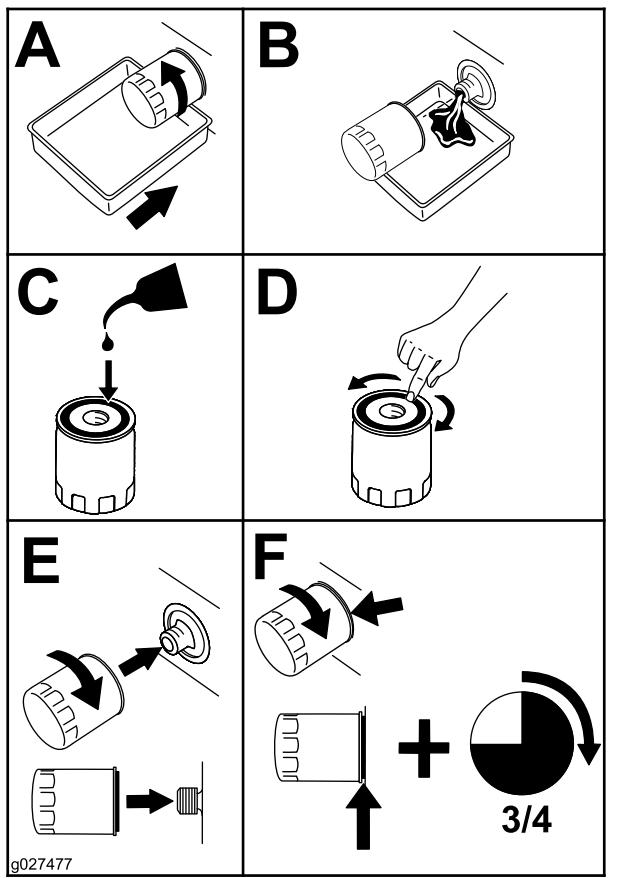

Figura 39
5. Substitua o filtro do óleo do motor, conforme se mostra na Figura 39.